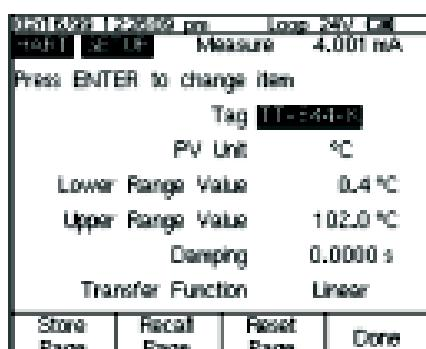

图 24
10. 按 **■** 键, 再按 setup 软键。从菜单中选择 Basic, 并按 **■** 以显示图 24 所示的基本设置参数。为输入新的 LRV, 将光标移至 Lower Range Value, 并按 **■**。打入新的 LRV 值, 并按 **■**。同样, 打入新的 URV 值, 并按 **■**。按 Send 软健。